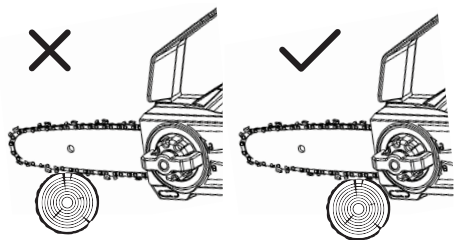

Рис. 6 Положение шины при распиливании
9. Не пилите кончиком шины, при пилении располагайте распиливаемый материал так как показано на Рис. 6.